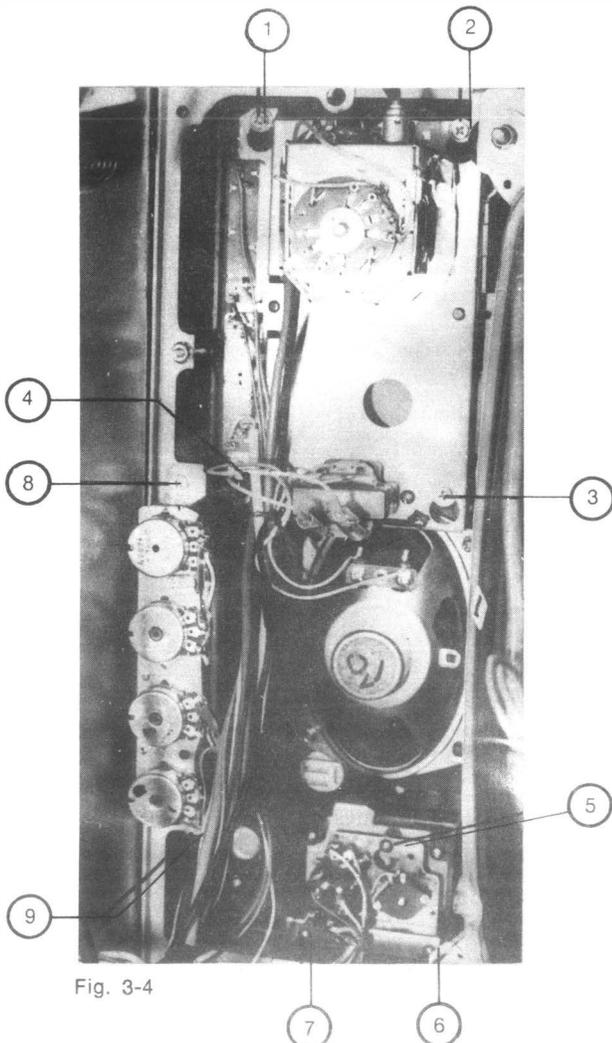

Fig. 3-4
3. Para remover o conjunto do seletor VHF, desaperte os parafusos 1, 2, 3 e 4 (Fig. 3-4).